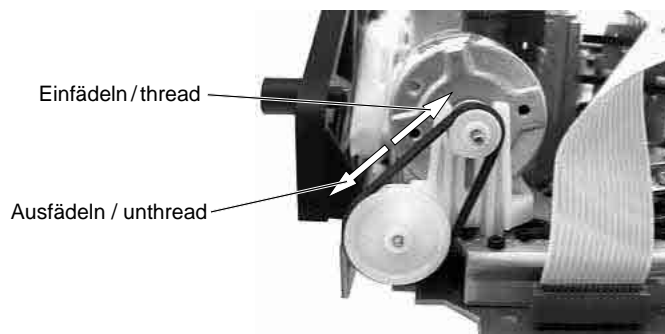
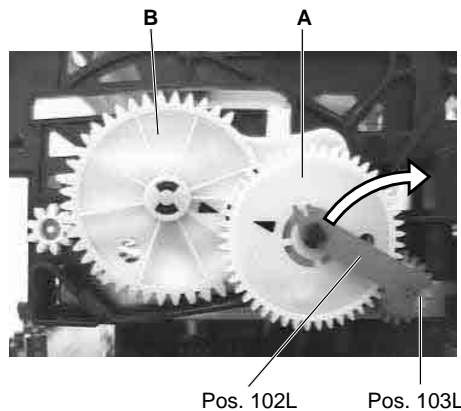

Fig. 3
Fig. 6
- Fädelmotor entgegen dem Uhrzeigersinn drehen (Fig. 3), bis der Cassettenschacht abgesenkt ist.
- Turn the threading motor counterclockwise (Fig. 3) until the cassette compartment is down.
Wenn nach dem Drücken der Eject-Taste das Laufwerk nicht ausfädelt und die Cassette auswirft, kann dies auch von Hand durchgeführt werden. Dazu ist das Antriebsrad des Fädelmotors zu drehen (Fig. 3). Um Bandschlaufen zu vermeiden, muß wechselweise auch der Capstanmotor (Pos. 127, Fig. 6) entgegen dem Uhrzeigersinn bewegt werden, bis das Band komplett in der Cassette aufgewickelt ist.
If the tape deck does not unthread and eject the cassette by pressing the Eject button this function can also be effected manually by turning the driving gear at the threading motor (Fig 3). To avoid slackening of the tape, turn the capstan motor (counterclockwise) (Pos. 127, Fig. 6) and the driving gear alternately until the tape is completely wound up in the cassette.
- Antriebsrad des Fädelmotors in Drehrichtung "Einfädeln" (Fig. 3) so weit drehen, bis das Zahnrad (Pos. 103L, Fig. 6) entriegelt ist.
- Klammer (Pos. 102L) von der Achse des Zahnrades "A" lösen (Fig. 6).
- Turn the driving gear of the threading motor in the "threading" direction (Fig. 3) until the gearwheel (Pos. 103L, Fig. 6) disengages.
- Release the bracket (Pos. 102L) from the shaft of gearwheel "A" (Fig. 6).
- Cassettenschacht abgesenkt und Zahnrad "A" (Fig. 6) eingerastet.
- Hinweis:** Bei Cassettenliftzahnradern (A und B, Fig. 6) mit Markierungspfeilen müssen die Pfeile zueinander zeigen.
- Klammer (Pos. 102L) auf der Achse des Zahnrades "A" einrasten (Fig. 6).
- Cassette compartment down, gearwheel "A" (Fig. 6) engaged.
- Note:** For video recorders which are fitted with cassette lift gear wheels (A and B, Fig. 6) marked with arrows, the arrows must show towards each other.
- Place the bracket (Pos. 102L) onto the shaft of gearwheel "A" and lock it in (Fig. 6).